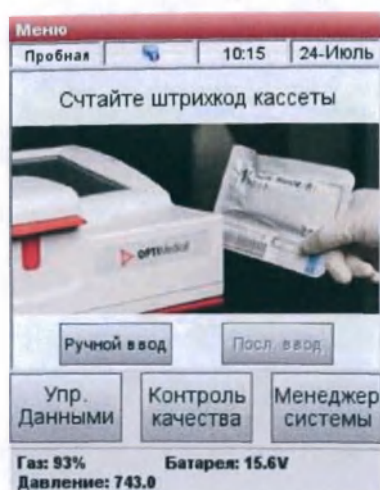

Рис.2-24 Экран <Готов>
- После завершения калибровки Hb появится дисплей <Готов> (Рис.2-24), и анализатор готов к работе.